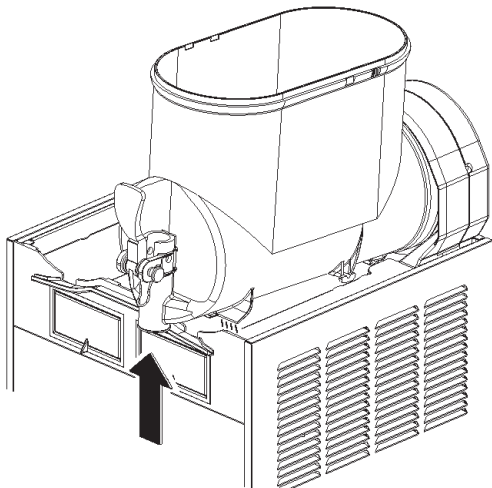
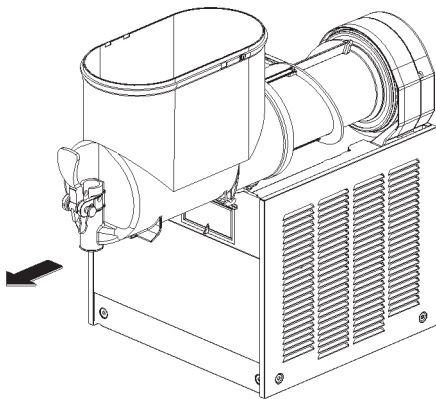

figura 6
figura 7
- 2 Smontare il contenitore spingendone leggermente la parte inferiore (lato rubinetto) verso l'alto per liberarne gli agganci inferiori (vedere figura 6) e sfilandolo successivamente dal davanti (vedere figura 7).